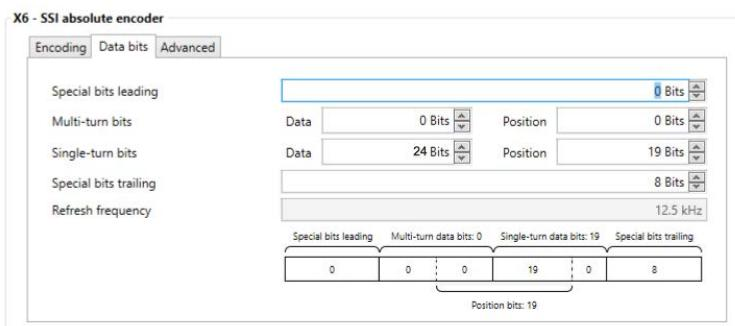

Abbildung 5 EPOS Studio Einstellungen im SSI Modus
- EPOS Studio Einstellungen: 0 Special Leading Bits, Data=0 Multiturn Bits, 0 Position, Data=24 Singleturn Bits, 19 Position, 8 Special Trailing Bits, Siehe → Abbildung 5